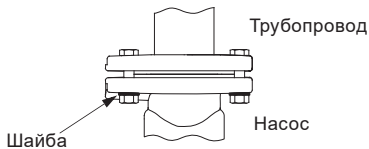

Рис. 6 Положение шайб для овальных отверстий под болты
При монтаже насосов типов UPS(D) 32-xx, 40-xx, 50-xx и 65-xx с овальными отверстиями под болты во фланцах должны обязательно применяться подкладные шайбы, см. рис. 6.